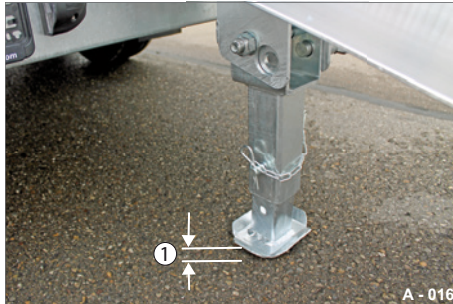

Abb. 6 Stützfüße eingestellt
- ▶ Prüfen Sie nach dem Abklappen und ggf. Verstellen der Klappstützen, dass noch ein Luftspalt (Abb. 6/1) zwischen Untergrund und Stellfuß-Platte verbleibt.